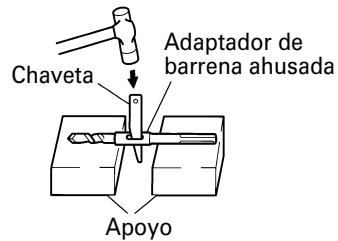

Fig. 10
- 4) Para sacar la broca con la barrena ahusada introduzca una chaveta en la ranura del adaptador de barrena ahusada, ponga apoyos debajo del martillo perforador y golpee la chaveta con un martillo de mano. (Fig. 10)